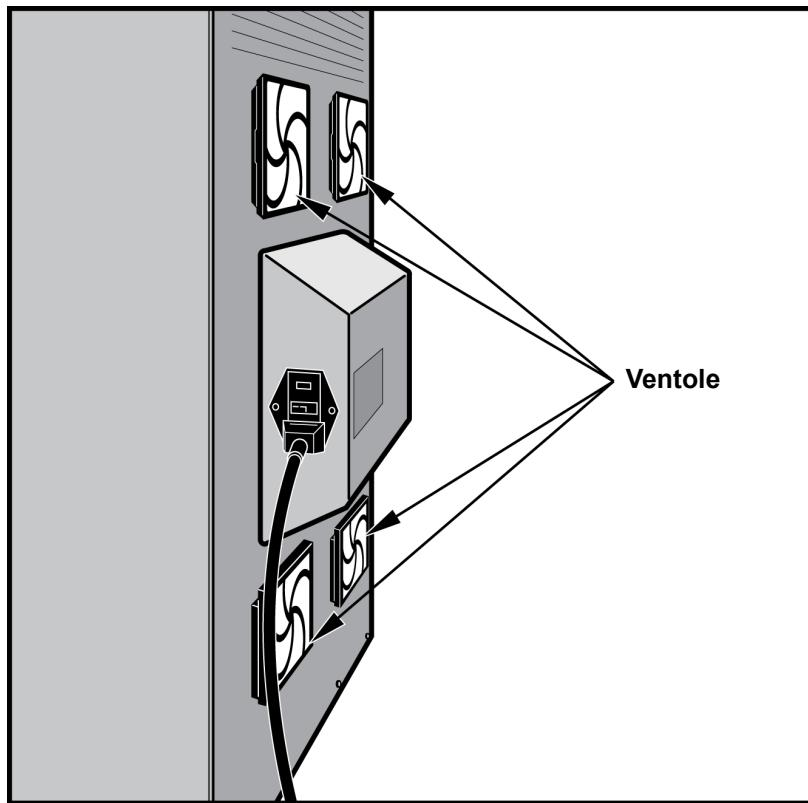

Figura 9-18. Strumento GeneXpert GX-XVI R1 posizionato per poter accedere alle ventole
3. Se lo strumento non è facilmente accessibile sul retro, allontanarlo dalla parete per agevolare l'accesso alle coperture dei filtri. Vedere la Figura 9-18.